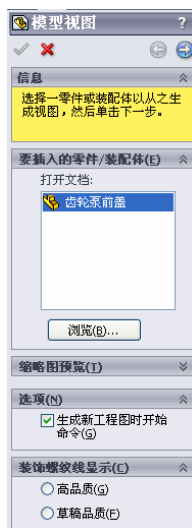
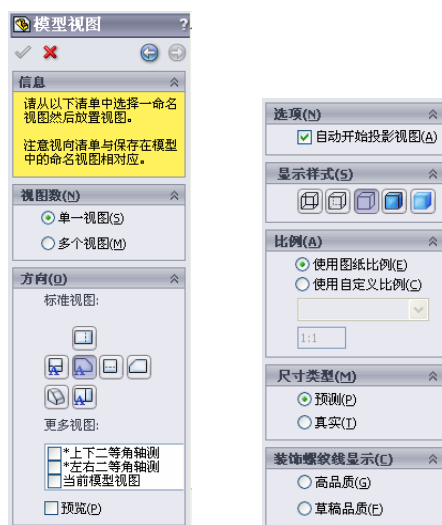

图 15-31 “模型视图”属性管理器
图 15-32 参数设置
③ 选择菜单栏中的“插入”→“工程视图”→“模型”命令，或者选择“工程图”工具栏中的  按钮，会出现“模型视图”属性管理器（如图 15-31 所示），在属性管理器中点击浏览按钮，在弹出的选择对话框中选择要生成工程图的齿轮泵前盖零件图。选择完成后点击“模型视图”中的  按钮，这时会进入模型视图参数设置属性管理器，参数设置如图 15-32 所示。此时在图形编辑窗口，会出现如图 15-33 所示放置框，在图纸中合适的位置放置主视图，如图 15-34 所示。